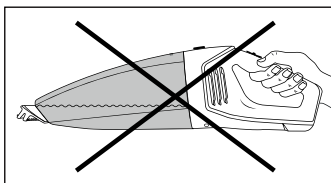

Afb. 2
① Opmerkingen voor het opzuigen van vloeistoffen
- ▶ Wanneer u vloeistof hebt opgezogen, draag het apparaat dan altijd met het natzuigmondstuk ① omlaag wijzend (zie afb. 2):